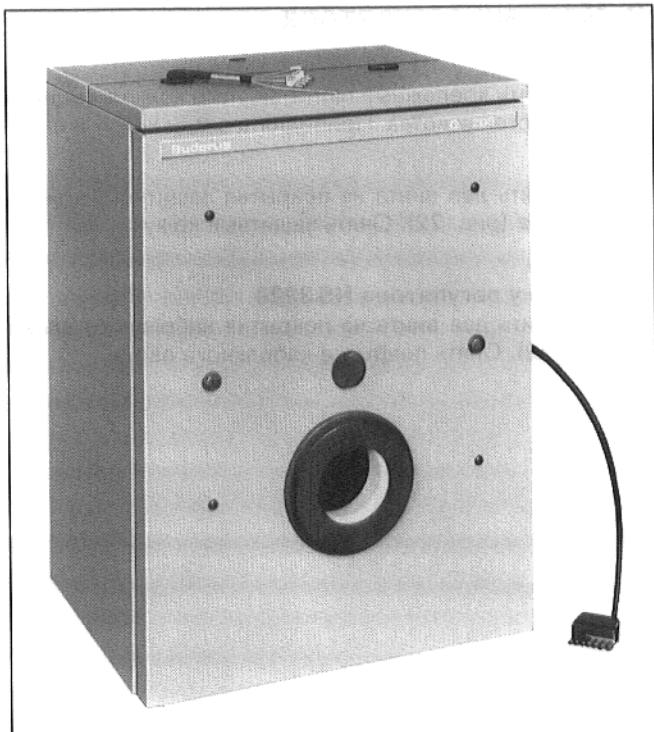

Рис. 20
**Выровнить переднюю стенку по отношению к облицовке котла (рис. 20).**